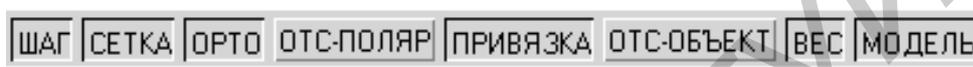

Рис. 24. Настройки в строке состояния
3. Рекомендуемые настройки в строке состояния показаны на рис. 24. Шаг курсора и сетку можно отключить.